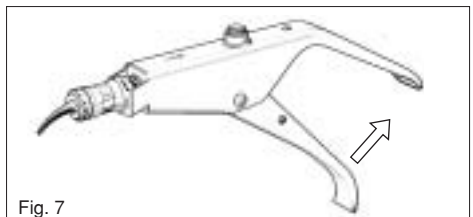

Fig. 7
b) Dar 2 golpes con la palanca para cebar (preparar) la cápsula. Dar el tercer golpe despacio para controlar si el cemento está saliendo de la boquilla. Poner la boquilla de la cápsula, directamente, en la restauración o en la cavidad preparada del diente y dar el cuarto, golpe, lentamente, para que salga el cemento (Fig. 7). Hay que evitar poner mucha fuerza en el aplicador.
- b) Knijp de hendel 2 tot 3 keer in tot het cementmengsel in de tip zichtbaar wordt. Plaats de tip in de preparatie en knijp de hendel langzaam verder in, zodat het cementmengsel gelijkmatig in de caviteit stroomt (Fig. 7). Druk de hendel van de applicatie tang niet te krachtig in om blokkeren te voorkomen.